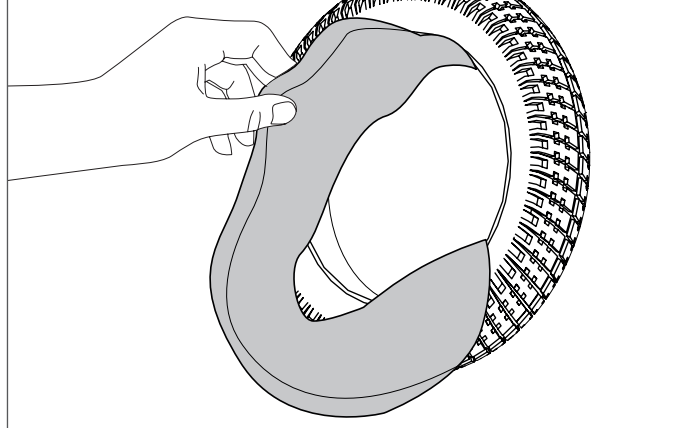

Fig. 8.9
- Antes de volver a montar las piezas, compruebe que todas están limpias (Fig. 8.9).